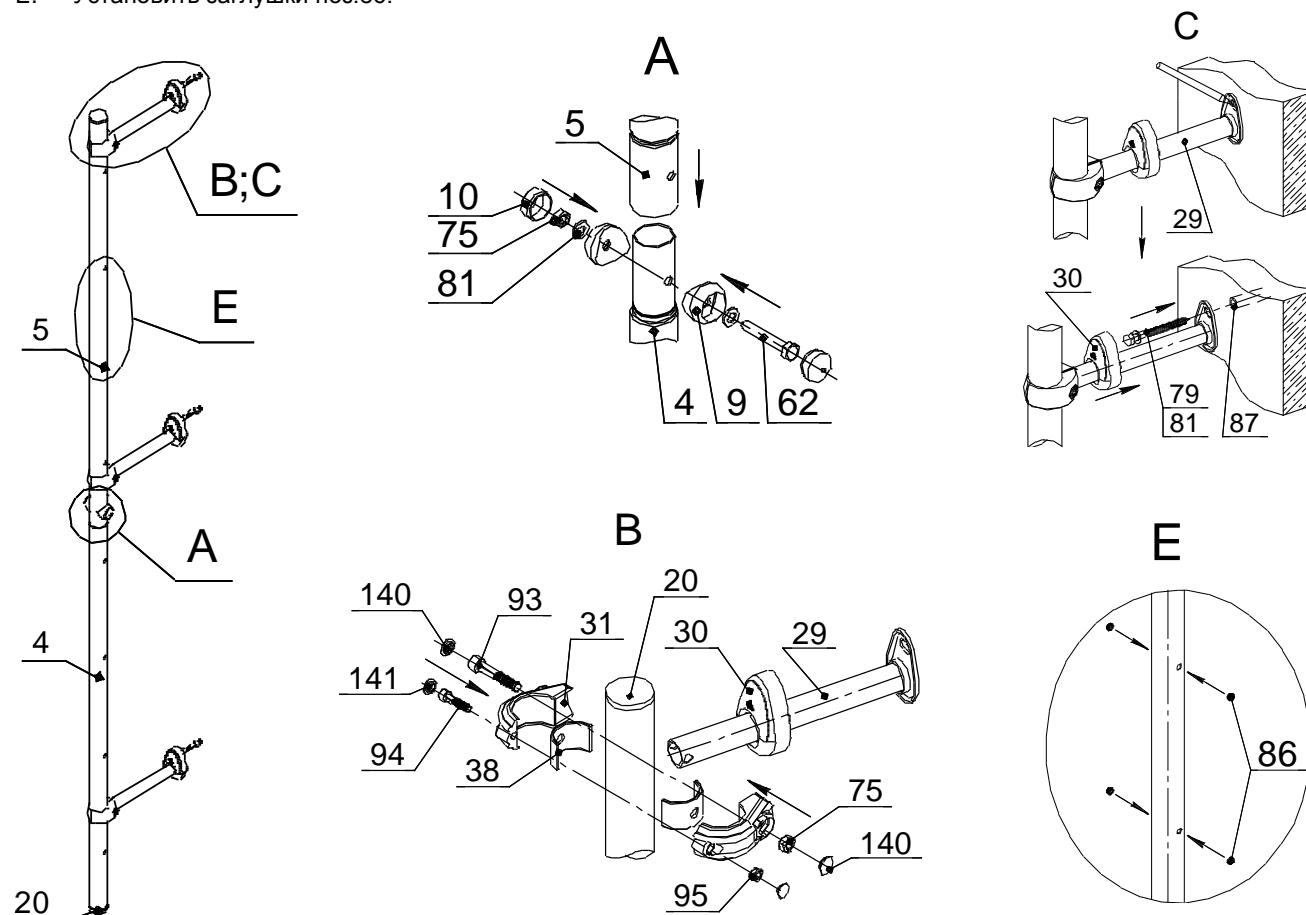

Рис.1
8.5 Последовательность сборки и установки КОМПЛЕКСА.**8.5.1 Сборка и монтаж комплекса ДСКМ-1С-8.18 (рис.1).**
A. Соединить стойки поз.4 и 5 между собой (рис.1)